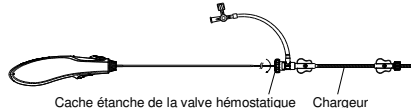

Figure 6. Illustration de la fixation dans le sens des aiguilles d'une montre du cache étanche de la valve hémostatique
- Tourner le cache étanche de la valve hémostatique jusqu'au degré approprié (cf. Figure 6) puis tirer et pousser de manière répétée pour vérifier que la tension est appropriée.